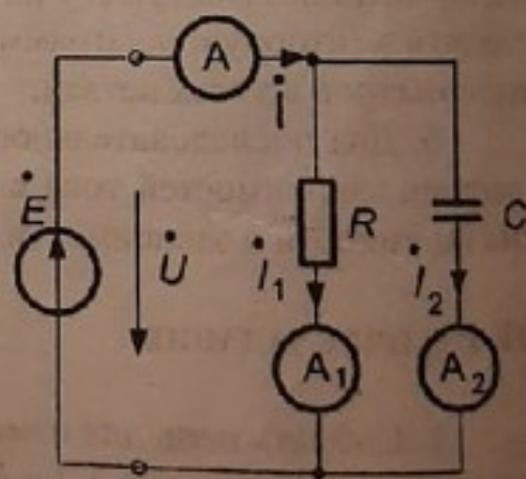

Рисунок 4.4
5. Для случая параллельного соединения резистора  $R$  и конденсатора  $C$  (рис.4.4) (значения  $R$  и  $C$  взять из табл.4.2) определить эквивалентное (входное) комплексное сопротивление на частоте 50 Гц. При каком напряжении питания амперметр на входе покажет 1 А? При этом напряжении построить векторную диаграмму токов и напряжений, определить показания амперметров во всех ветвях.
✓ 3. Включить резистор и конденсатор параллельно (рис.4.4). Величины  $R$  и  $C$  те же, что и для последовательного соединения (п.2). Плавно увеличивая напряжение питания, установить ток на входе, равный 1 А. Записать показания всех амперметров и вольтметра на входе. Сравнить результаты опыта с расчетом (раздел II, п.5).